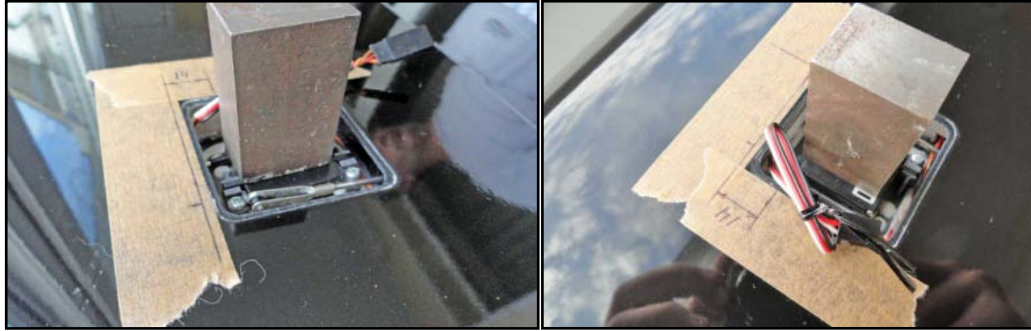

Рис.13 – Вклейка сервомеханизмов
9) Зафиксируйте закрылки в нейтральном положении, положите сервомеханизмы (в нейтральном положении), соедините их с тягой, выставьте по разметке и пригрузите их. Это сделано для того чтобы не было перекоса (Рис.13) и длины тяг на двух машинках совпадали.